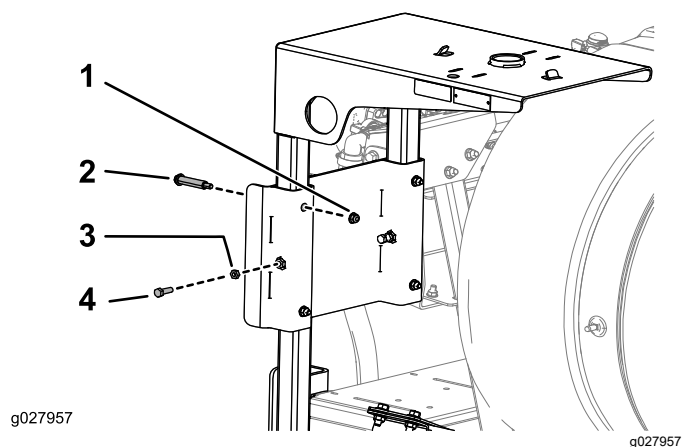

Figura 14
6. Insira a estrutura da prateleira do cilindro nas ranhuras no suporte de apoio da prateleira do cilindro e prenda a prateleira utilizando 4 parafusos com olhal, 4 porcas flangeadas (5/16-18 pol.), 2 parafusos (5/16-18 x 1 pol.), e 2 porcas (5/16-18 pol.) como se mostra na Figura 14.